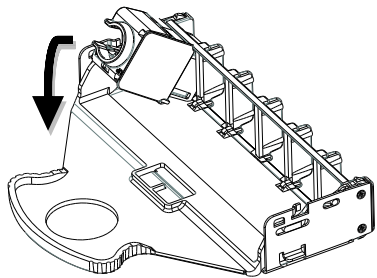

Figure 1.
3. Turn the jack upside down and place the nose of the connector into the cassette opening. Make sure the ridges on top are catching the front of the cassette opening and rock the connector down until it latches. (Figure 1)
3. Tourner le connecteur à l'envers et placer la face dans l'ouverture de la cassette. S'assurer que les arêtes du haut s'accrochent sur l'avant de l'ouverture et faire basculer le connecteur vers le bas jusqu'à ce qu'il s'enclenche (figure 1).